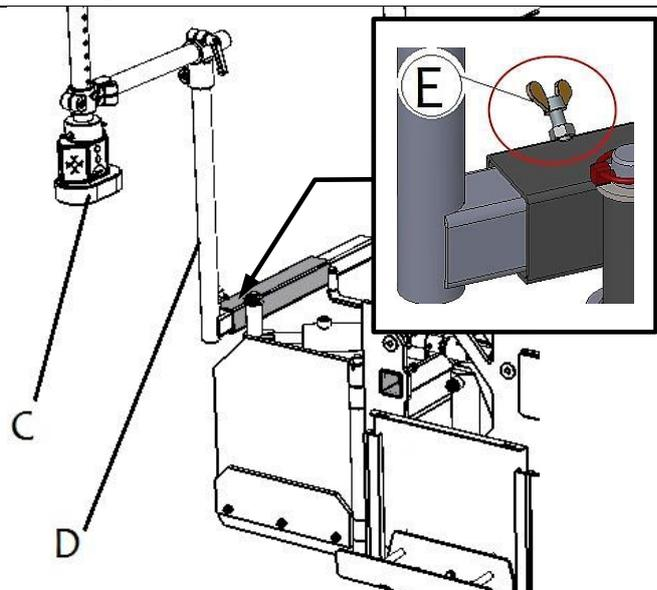

Abb. 9
- Anschließend muss die Halterung (D) des höhenverstellbaren Ultraschallsensors */** (A) mit der Flügelschraube (E) gesichert werden (siehe Miniaturabbildung in Abb. 9).